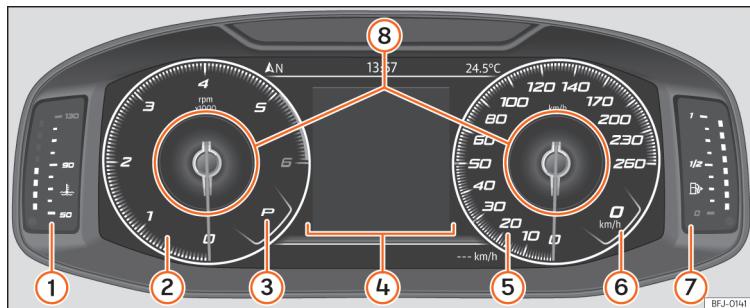

Fig.75 SEAT Digital Cockpit nella plancia (visualizzazione classica).
Nella visualizzazione *Classica* e *Orologi semicircolari* è possibile personalizzare le informazioni visualizzate in **Profili informativi** » **fig.75 ⑧**.
Le lancette del numero di giri e del tachimetro compaiono a lunghezza intera » **fig. 75.**